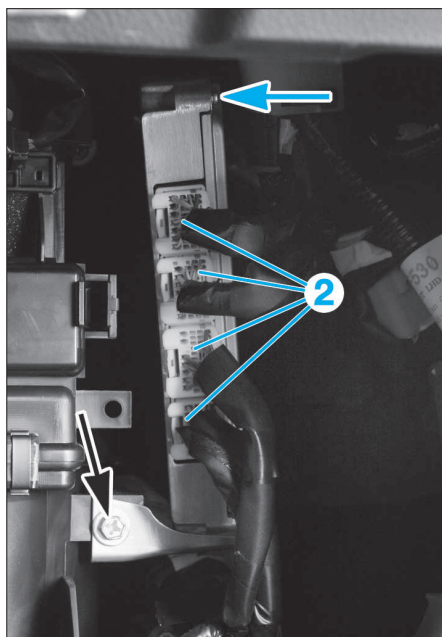

FIG. 41
- Débrancher les connecteurs (2) du calculateur.
- Déposer le calculateur (2 vis) (fig. 41).